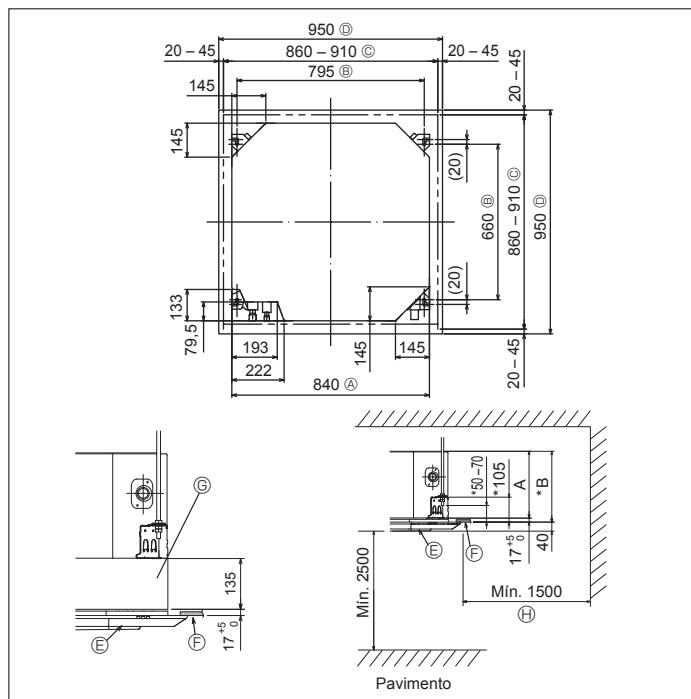

Fig. 3-2
3.2. Localizações das aberturas no tecto e da instalação dos parafusos de suspensão (Fig. 3-2)
- As dimensões da abertura do tecto podem ser reguladas dentro dos limites indicados na Fig. 3-2. Por isso, centre a unidade principal na abertura do tecto, de maneira a que os lados opostos correspondentes aos lados da abertura sejam idênticos.